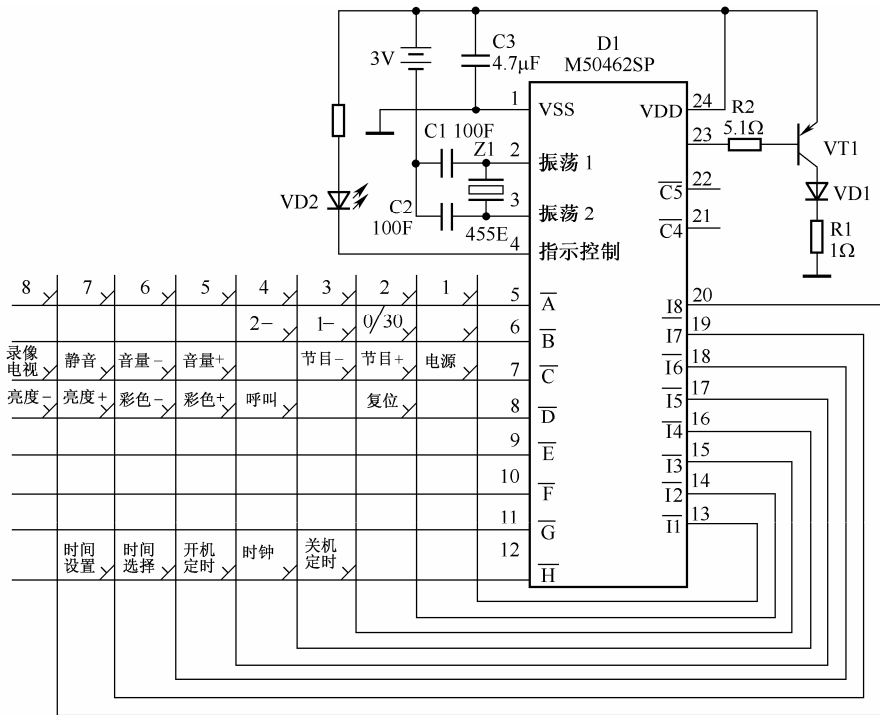

图 3-36 红外线遥控信号发射器电路
红外遥控发射器电路如图 3-36 所示,由发射专用集成电路 M50462AP、激励驱动管 VT1、红外发光二极管 VD1 和键盘矩阵组成。M50462AP 内部包括振荡电路、定时电路、扫描信号发生器、指令编码器、码元调制器等电路。振荡电路的振荡频率由集成块②、③脚外接的陶瓷晶体 Z1 和电容 C1、C2 决定,若接入 455kHz 陶瓷谐振器,振荡频率为 455kHz,经分频产生载波信号和定时脉冲信号。